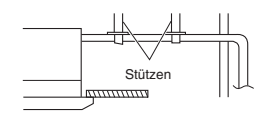

Abb. 3-29
- Beim Anbringen des Abföhrrohrs an der Einheitsseite nicht mit Gewalt vorgehen. Ebenso darf das Rohr nicht ohne Abstützung von der Anschlussstelle an der Einheit herabhängen. Das Rohr daher an einer Wand, einem Rahmen oder einer anderen Stelle so nah wie möglich zum Gerät befestigen. (Abb. 3-29)